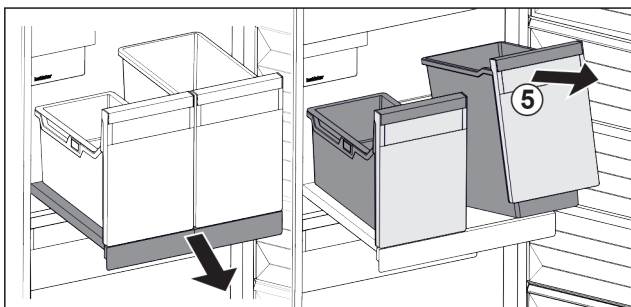

Fig. 99
- ▶ Tõstke anum Fig. 99 (5) eest üles.